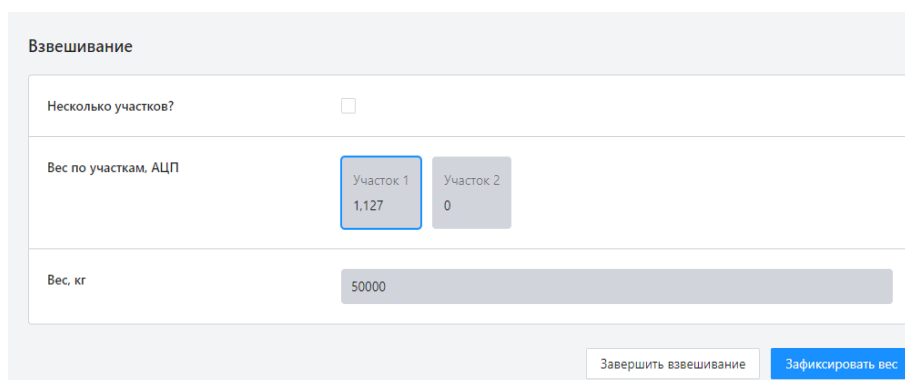

Рисунок 24 – Окно взвешивания
5. В открывшемся окне (Рисунок 24) взвешивания установите флаг в поле «**Несколько участков?**» в том случае, если эталонный вес расположен на всех весовых участках.